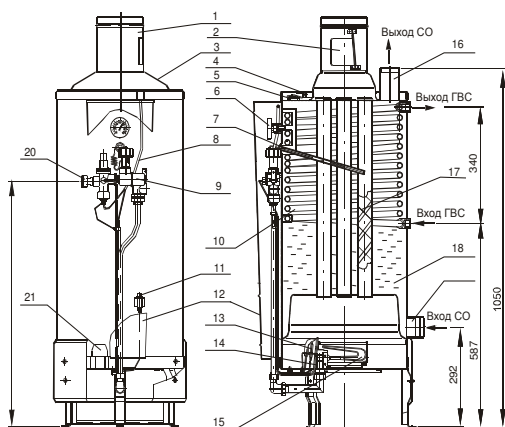
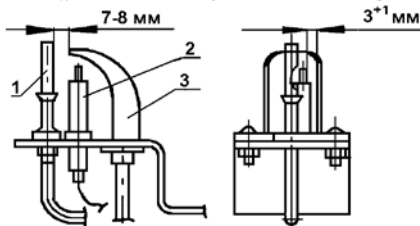

Рис. 1 Аппарат комбинированный (отопительный) газовый бытовой Универсал
Рис.3 Устройство запальное
4.1. Аппарат напольного типа имеет цилиндрическую форму. На лицевой стороне установлена дверка 12 (Рис.1).
4.3. Тягопрерыватель 1 (Рис.1) предназначен для автоматической стабилизации величины разрежения в топке аппарата, т.е. уменьшения влияния колебания величины разрежения в дымоходе на тягу в топке аппарата. Для успешной работы дверца тягопрерывателя 2 (Рис.1) должна легко вращаться на оси.
4.5. Автоматика по тяге и перегреву состоит из датчика тяги 4 (Рис.1) (биметаллическая пластина с микровыключателем), укрепленного на крышке бака, защитного термостата 5 (Рис.1) и проводов 4, соединяющих микровыключатель датчика тяги и защитный термостат с автоматикой аппарата 9 (Рис.1). Защитный термостат обеспечивает автоматическое аварийное отключение подачи газа при нагреве воды в баке $93^{\circ}\text{C} \pm 100^{\circ}\text{C}$. После остывания воды в баке до температуры $60^{\circ}\text{C} - 70^{\circ}\text{C}$ защитный
4.6. Устройство запальное Рис.3 предназначено для крепления запальника, термopapa, свечи зажигания и розжига основной горелки. Для обеспечения воспламенения газа зазор между электродом свечи зажигания и запальником должен быть в пределах 3+1 мм.
5.10. Во избежание самопроизвольного срабатывания датчика тяги колпак 3 (Рис.1) не должен касаться биметаллической пластины датчика тяги.
6.8. Установите аппарат вертикально, и проверьте вертикаль по уровню. Установите зеркало 21 (Рис.1) в нижней части бака.
6.9. Установите на аппарат тягопрерыватель 1 (Рис.1), обеспечив его строго вертикальное положение. Конец дверцы тягопрерывателя 2 (Рис.1) не должен выступать наружу и должен отклоняться от номинального положения внутрь тягопрерывателя не более чем на 1 - 2 мм. Дверца тягопрерывателя должна легко вращаться на оси. Колпак 3 (Рис.1) не должен касаться биметаллической пластины датчика тяги 4 (Рис.1).
6.12. Проверьте работу пьезорозжига. При нажатии на кнопку пьезорозжига 11 (Рис.1) должна проскакивать искра между электродом свечи 2 (Рис.3) и запальником 3 (Рис.3).